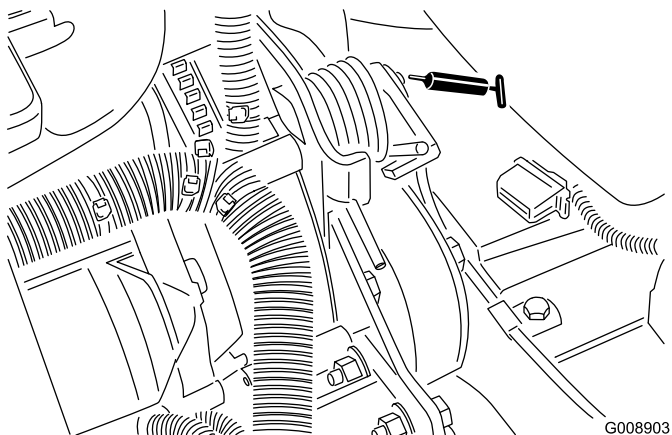

Figura 39
- Articulação da tensão da correia (Figura 39)